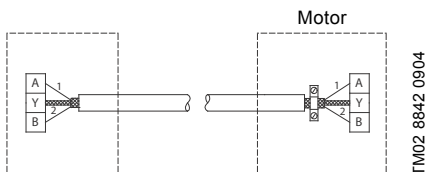

Fig. 11 Tilslutning med skærmet 2-lederkabel
- Hvis du har brugt et skærmet 2-leder-kabel i den eksisterende installation, skal kablet forbindes som vist på fig. 11.